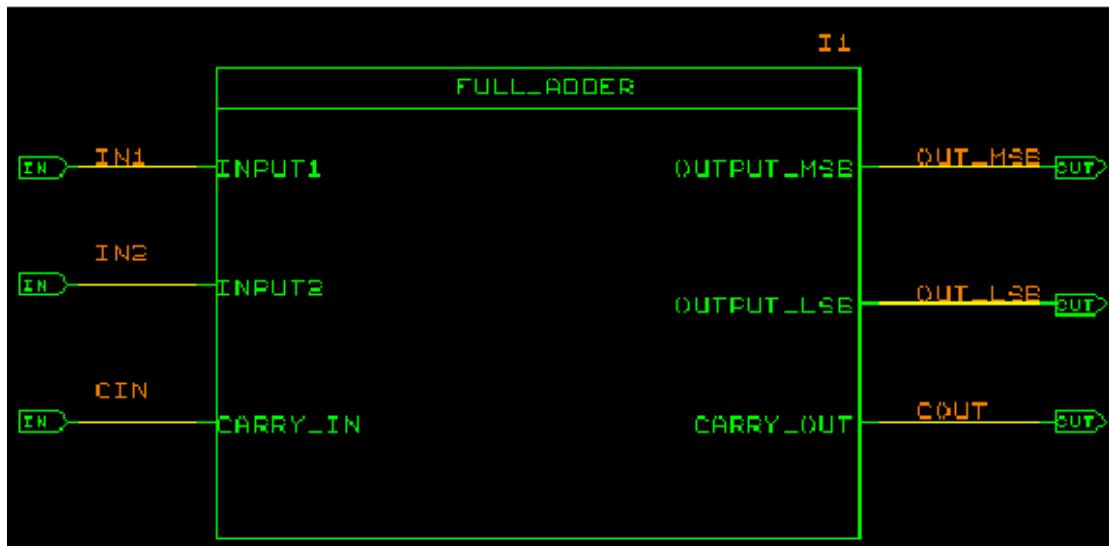

图 3.24
13. 入端口，从 Standard 库中选择 IMPORT 添加在 IN、IN、CIN 信号名所在的线上。同样的方法添加 OUTPORT。如图 3.24